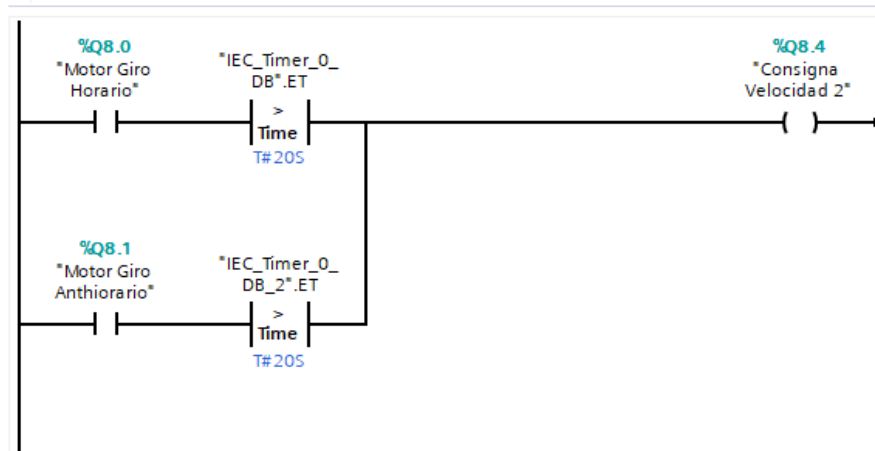

Figura 21: Configuración para habilitar la consigna de velocidad 2.
- En la parte superior del segundo módulo de comparación ingresar ““IEC_Timer_0_DB_2”.ET” y en la parte inferior ingresar “20S” (ver figura 21)